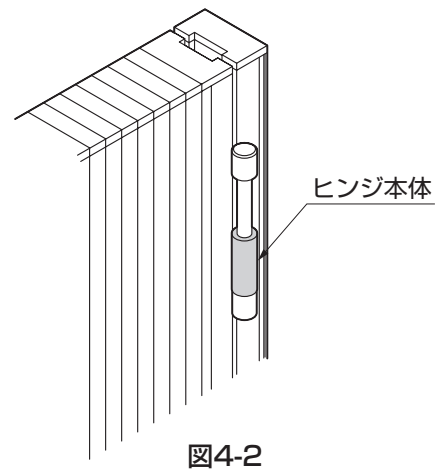

図4-2
- ヒンジ本体は必ず最下面にくるようにして組付けてください。(図4-2)